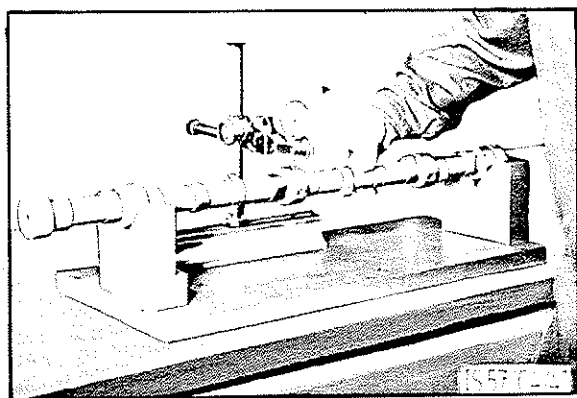

BILD 64:
4. Nockenwelle auf Schlag prüfen (Bild 64) und gegebenenfalls auf der Presse richten.